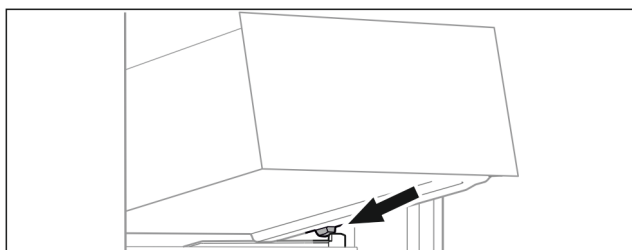

Fig. 134
- Placer le tiroir, en l'inclinant, derrière les butées sur la nervure de récipient. (voir *Fig. 134*)